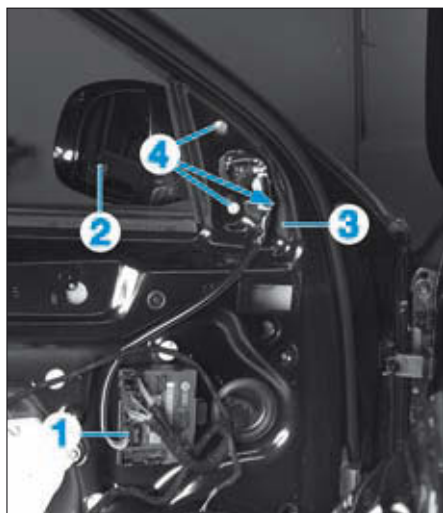

FIG. 57
- Dégager la sécurité du connecteur (1) du rétroviseur (2) puis le débrancher (Fig.57).
- Soulever le joint (3).
- Déposer les 3 vis (4) du rétroviseur.